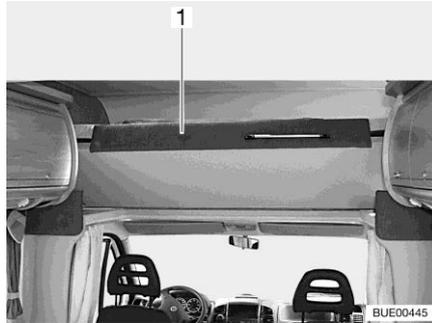

Fig. 103 Cama de alcoba, plegada hacia arriba
- Plegar hacia arriba la cama de alcoba (Fig. 103,1) delante. La cama de alcoba se mantiene en la posición superior mediante resortes por presión de gas.